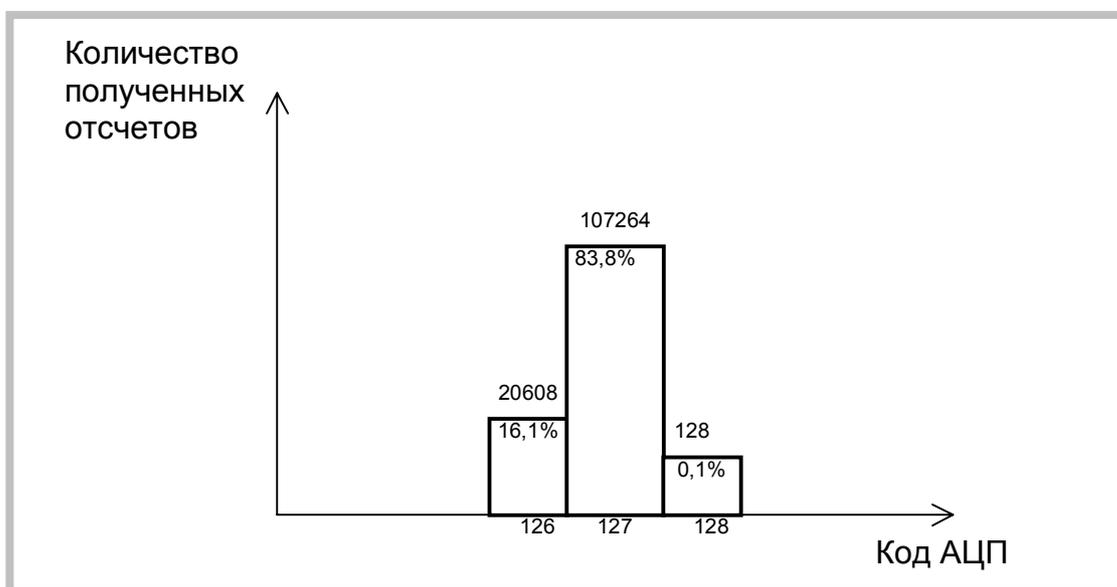

Рисунок 12. Статистика результатов данных 6
- 6) Диапазон напряжений входного сигнала платы ЛА-н10М6РСІ ±1В. Частота запуска АЦП - 50МГц. Число собранных отсчетов 128000 (Рисунок 12).